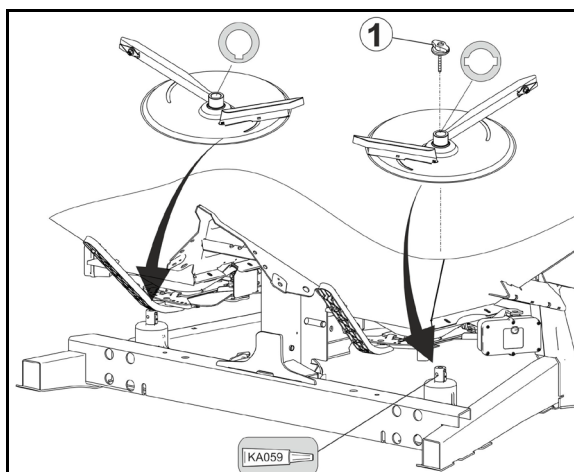

Рис. 69
1. Открутите барашковую гайку (Рис. 69/1).